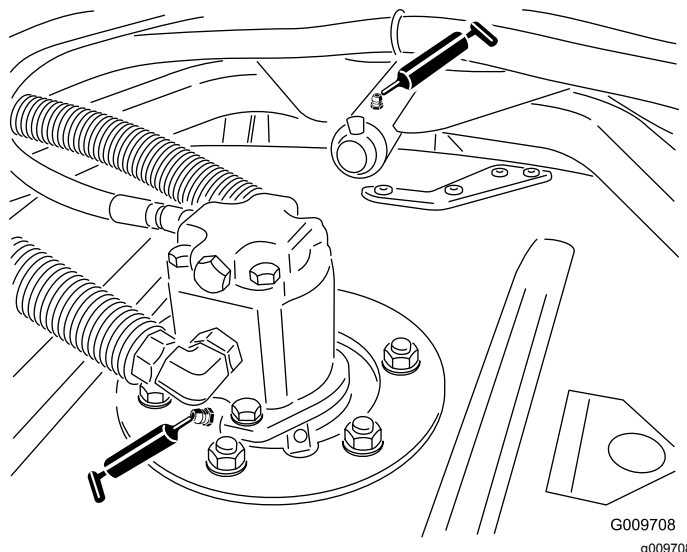

Figura 30
- Cojinetes de los ejes de las unidades de corte (2 por unidad de corte) (Figura 30)
- Casquillos de los brazos de las unidades de corte (1 por unidad de corte) (Figura 30).